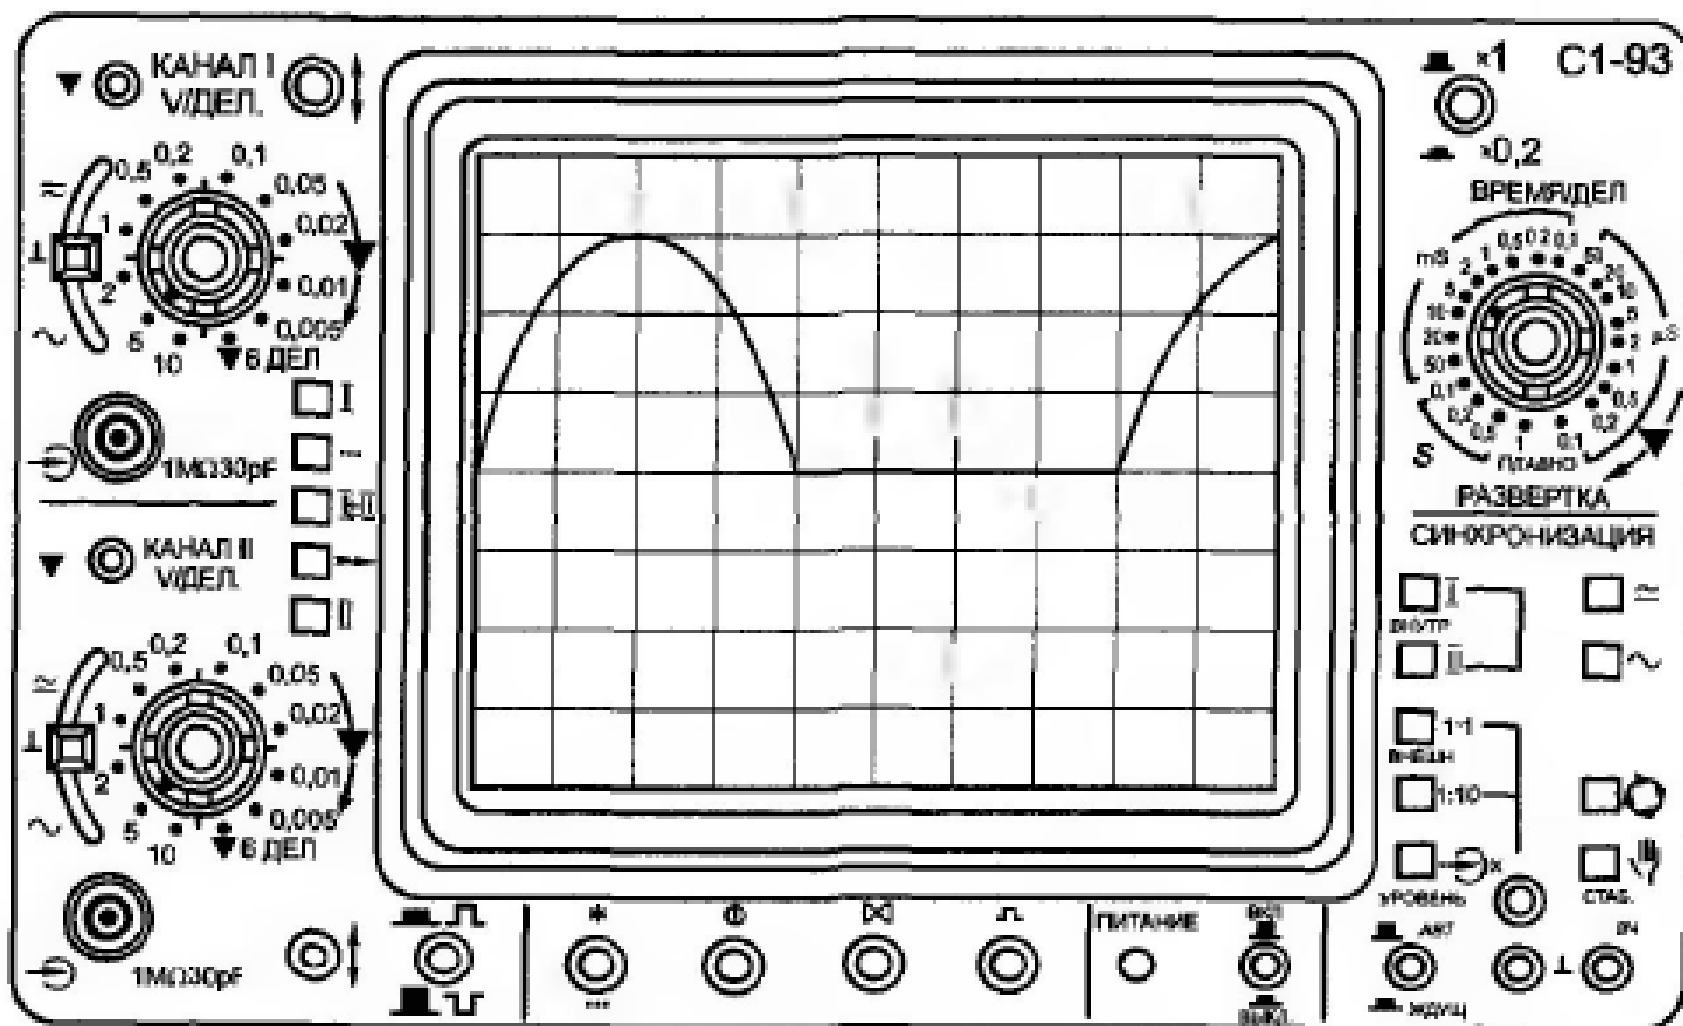

Рис. 7.3. Изображение лицевой панели осциллографа С1-93
**7.434 — 7.455.** Определить период следования сигнала, представленного на экране рис. 7.3, при установке тумблера «Развертка» прибора С1-93 в положение  $\times 0,2$ , а переключателя «Время/дел.» в следующие положения: